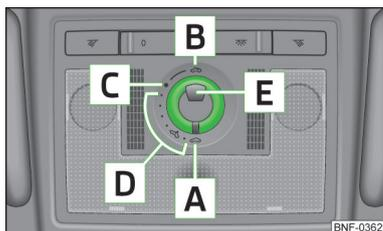

Fig. 33
➤ Tournez le bouton sur la position **C** » fig. 33.
➤ Tournez le bouton dans une position de la zone **D** » fig. 33.
➤ Tournez le bouton sur la position **B** » fig. 33 et maintenez-le dans cette position (position auto-rabattue).
- Tournez le bouton sur la position **A** » fig. 33.
- Placez le bouton sur la position **A** » fig. 33 à la page 45.